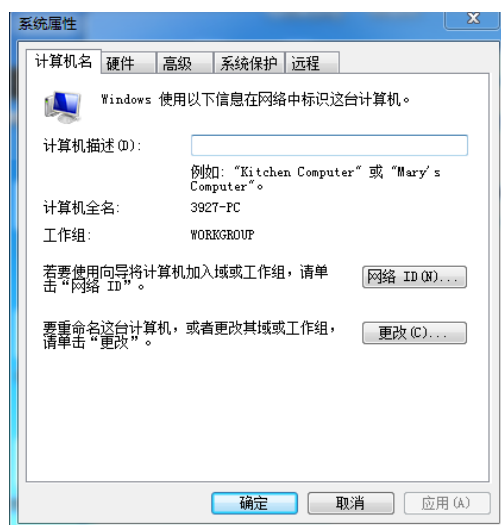

图 3.10 更改主机名称
- 步骤 1.** 按开始菜单，选中计算机并右键选中属性，点击计算机名称、域和工作组设置右侧的更改设置，在计算机名栏下点击更改。如图 3.10 所示；